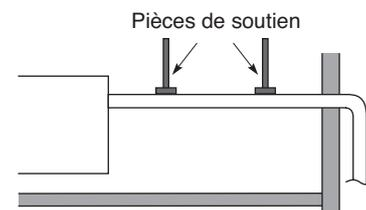

Fig. 3-68
- **Ne soumettez pas la liaison des condensats à des efforts du côté de l'unité. Le tube ne doit pas pendre dans le vide, mais être accroché à l'unité en son point de raccordement. Fixez le tube à un mur, à un cadre ou à tout autre support aussi près que possible de l'unité. (Fig. 3-68)**